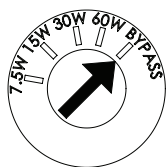

图 27
4. 使用平头螺丝刀将变压器分阀门改为旁路，如图 27 所示。